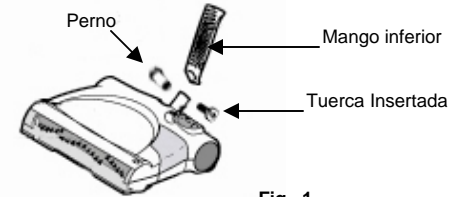

Fig. 1
1. Para ensamblar su barredora, primero quite el perno y tuerca de fijación del cabezal motorizado. Coloque el mango inferior dentro del cabezal motorizado y luego vuelva a colocar el perno y tuerca de fijación. Ajustelo con un destornillador. (Fig. 1)